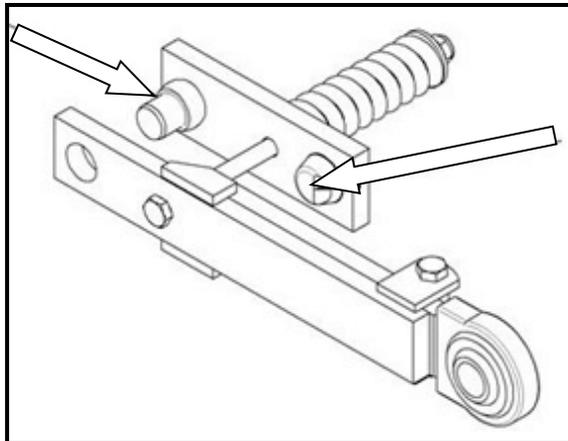

Fig. 102 Puntos de lubricación en el pasador y pivote en el interior de la protección contra arranques
- ➔ Lubrique el pasador esférico y el pivote cónico en el interior de la protección contra arranques (consulte la Fig. 102).